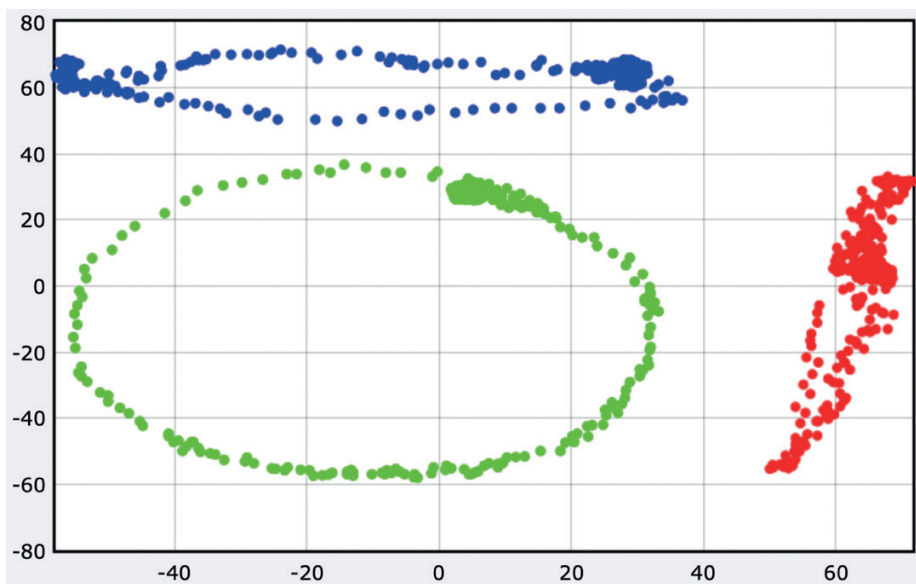

Рис. 16.12. Данные частично откалиброванного магнитометра
11. Начните медленно перемещать робота, вращая его вокруг оси  $y$  (вокруг оси колес). Зеленый кластер должен принять форму эллипса, как на рис. 16.12.
На рис. 16.12 мы видим зеленый кластер в форме эллипса и два других кластера – красный и синий. Чем медленнее вы перемещаете робота, тем точнее будет результат.